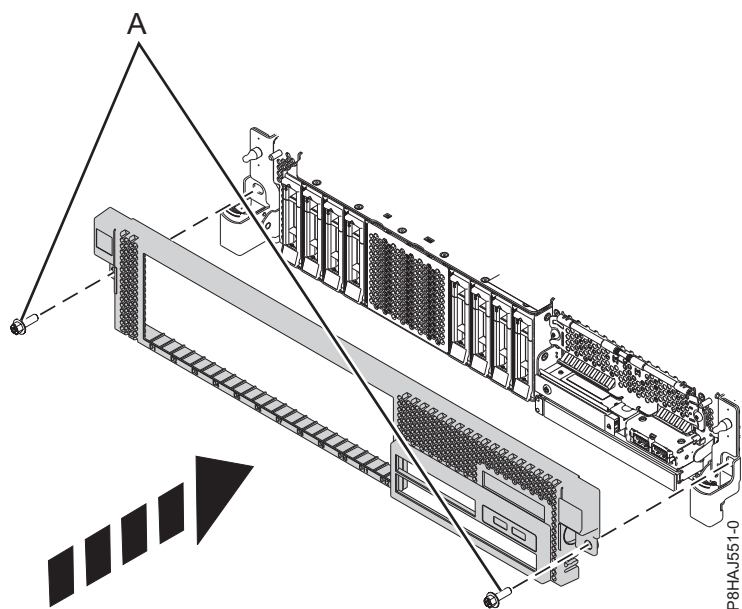

図 33. 前面カバーの取り付け
3. 54 ページの図 33 に示す方向にリリース・ラッチを押して、閉じます。 カチッという音がしてカバーが正しい位置に収まります。カバーにはより簡単につかむことができるくぼみがあります。
4. 配送用ねじ (A) を再取り付けします。